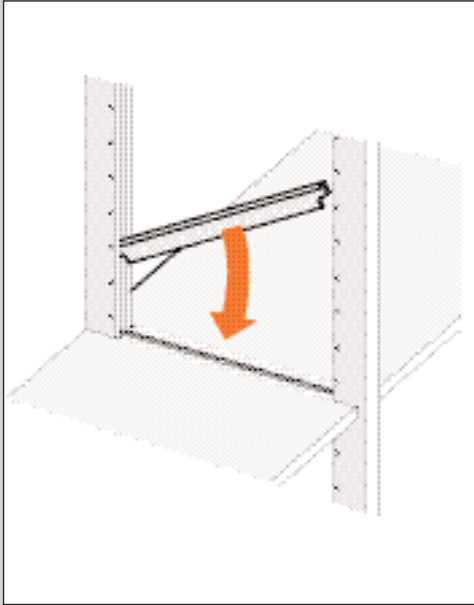

ABBILDUNG 72
1. Setzen Sie die Abdeckleisten in die Nuten des Varioständers in Höhe eines Fachboden ein (siehe Abb. 72).